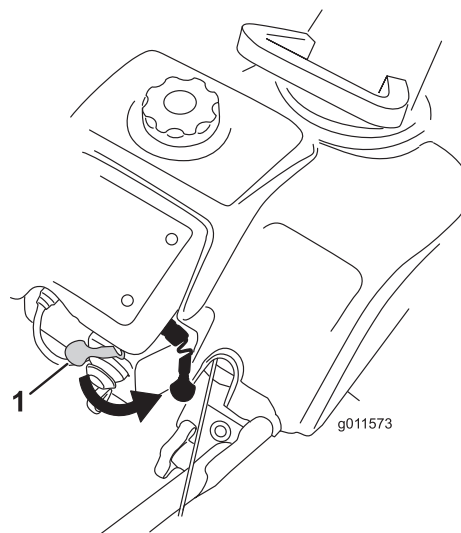
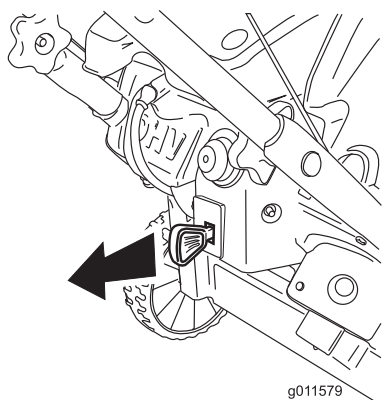

Figura 17
Figura 23
2. Spostate lo starter tutto a destra (Figura 17).
Per spegnere il motore tirate in fuori la chiave di accensione fino a quando non scatta in posizione Off (Figura 23) o spostate lo starter tutto a destra (Figura 17).